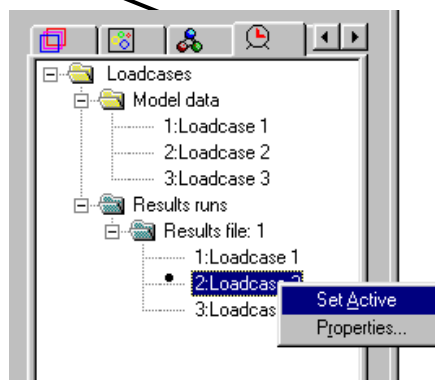

Fig. 51
- în fereastra din stânga se selectează meniul **Cazuri de încărcare** (fig. 51)